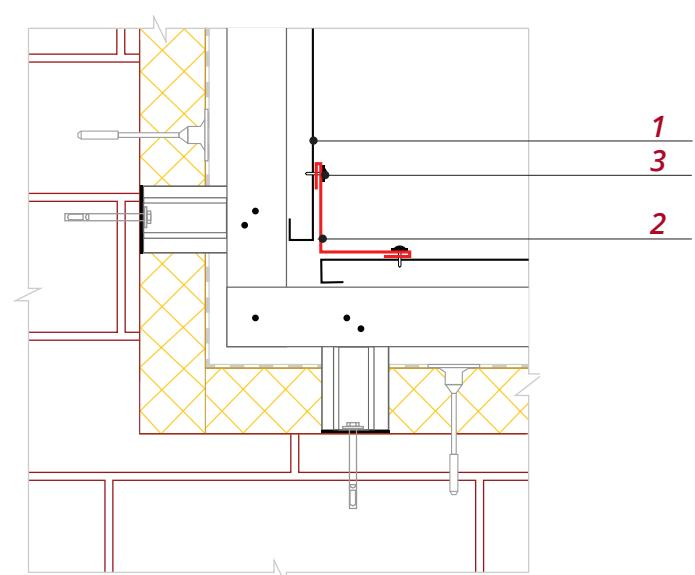

Рис. 13
- Планку угла внутреннего крепите после монтажа панелей сайдинга **1** (рис. 13). Рекомендуется использовать саморезы ПШС с окрашенной головкой **3**, вытяжные заклепки или кровельные саморезы 5.5\*19.